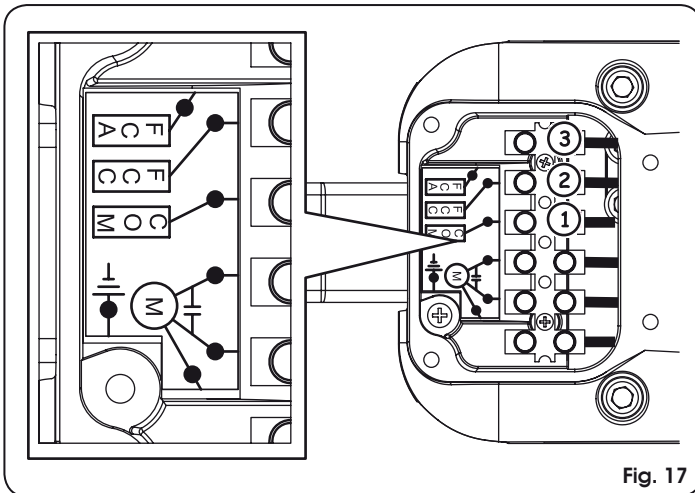

Fig. 17
3. Enfiler le câble et le connecter aux bornes en respectant les couleurs spécifiées dans le tableau ci-dessous en référence à la figure 17.